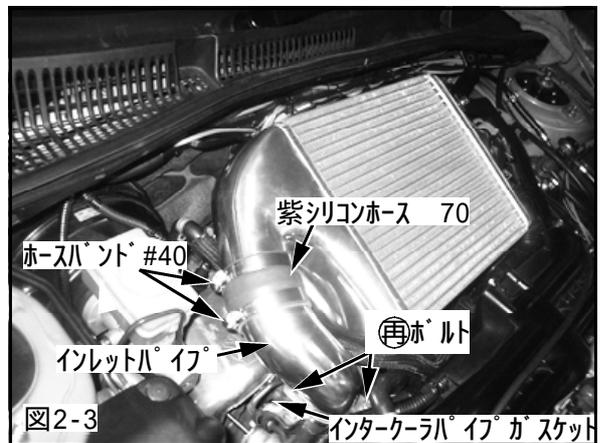

図2-3
- (3) インレットパイプを配管してください。(図2-3)